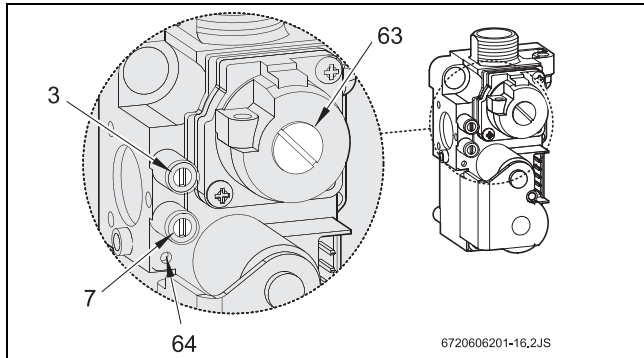

Рис. 22 Газова арматура
- ▶ Видалити запломбований захисний ковпачок з регулювального гвинта (поз. 63, Рис. 22).
- ▶ Для природного газу: установити регулювальним гвинтом (63) максимальне спожиття (MAX) відповідно до Таб. 11.